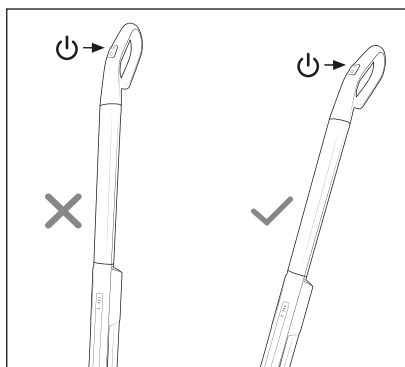

Fig. 8
- Se non si trova nella stazione di carica **9**, l'apparecchio può essere acceso solo mantenendo un poco inclinata l'impugnatura **1** (vedere fig. 8).
- 2) Sostenere l'impugnatura **1** un poco inclinata e premere l'interruttore di accensione/spengimento **16** per accendere l'apparecchio (vedere fig. 8). L'indicatore della batteria **3** e il LED funzione spruzzo/serbatoio dell'acqua sporca **4** si illuminano e il rullo a spazzola **12** inizia a girare. La funzione spruzzo si attiva automaticamente per 5 secondi, poi si ripete ogni 15 secondi.